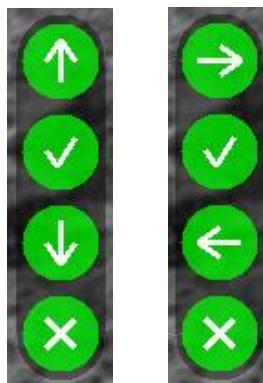

Рисунок 5 – Примеры индикатора назначения кнопок
- Индикатор назначения кнопок** – индикатор, подсказывающий пользователю назначение каждой отдельной кнопки **(2-5)** при выполнении какого-либо действия в выбранном режиме (см. рис. 5). Данный индикатор появляется **только** в случаях, установленных ПО (например, при вводе выверки прицельной сетки).